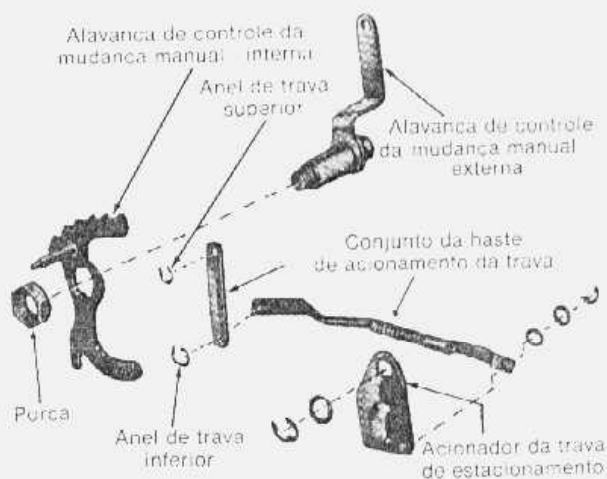

fig. 58 — articulações de controle no interior da caixa
1. Aplicar óleo penetrante na porca de fixação da alavanca externa para evitar quebra do eixo da alavanca interna. Remover a porca da alavanca externa de mudança forçada. Remover as alavancas interna e externa de mudança forçada. Remover a arruela de trava superior da articulação da alavanca de mudança manual, pelo interior da caixa (fig. 58). Remover a extremidade superior da articulação da alavanca do pino retentor na caixa.
4. Remover o anel de trava da articulação da trava de estacionamento e a arruela lisa. Remover a articulação, da haste de acionamento (fig. 58).
2. Instalar na caixa, a alavanca de mudança manual externa e, em seguida, instalar a alavanca interna e a porca de fixação com o chanfro voltado para a alavanca (fig. 58). Apertar a porca de acordo com a especificação.
5. Colocar a alavanca de mudança manual interna em posição, atrás da haste da articulação, **com o excêntrico da alavanca em contato com o pino inferior da articulação (fig. 58).**